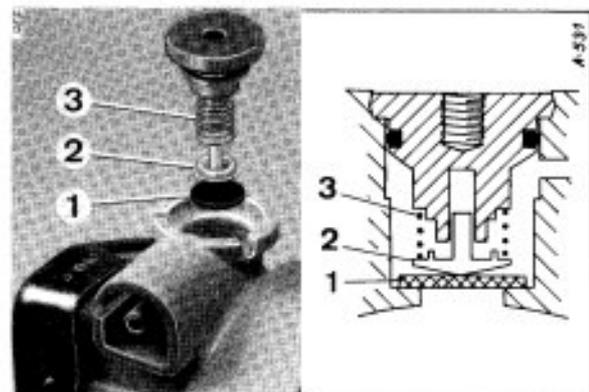

Bild 19
5.5 Rückschlagventil (Bild 19)